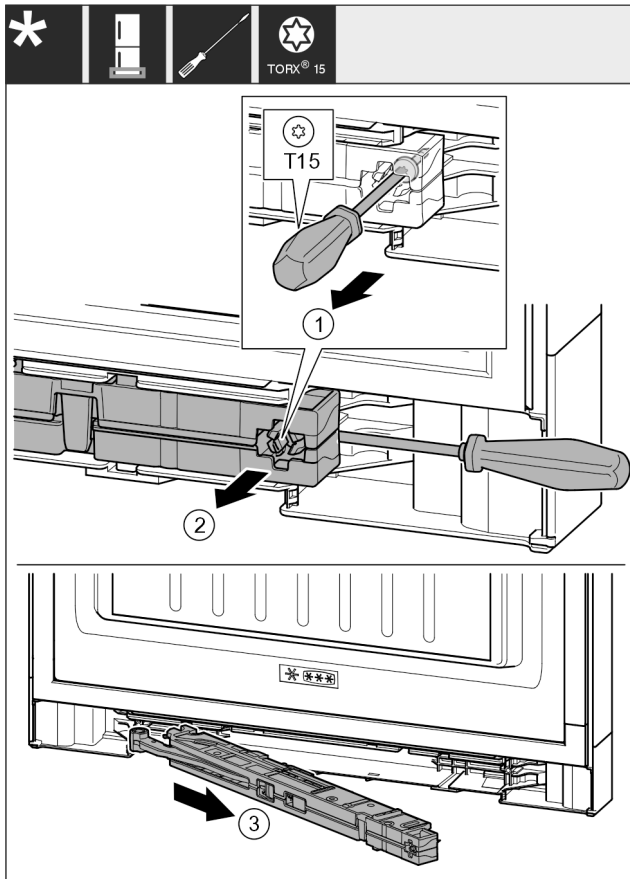

Fig. 15
- ▶ За допомогою викрутки T15 ослабте гвинт на демпферному вузлі приблизно на 14 мм. Fig. 15 (1)
- ▶ Перемістіть викрутку з боку ручки за демпферний вузол. Поверніть вузол уперед. Fig. 15 (2)
- ▶ Витягніть вузол. Fig. 15 (3)